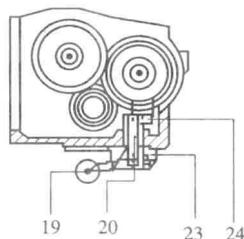

图 1.8 床头箱正反进给机构
⑦按图 1.8 所示,用冲子将轴 20 及拨块 24 连接锥销卸下,取出手柄座(其内的钢球及弹簧同时取出)、拨块 24、滑块 23,卸下轴 20 的 O 型密封圈。